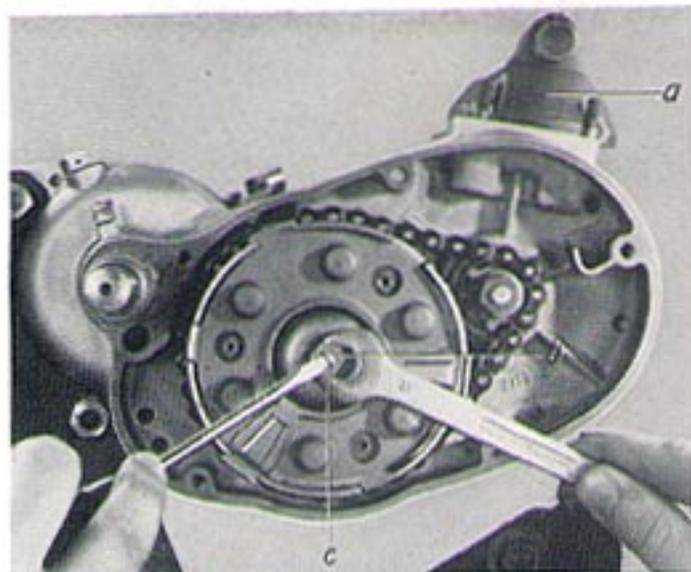

Bild 22
**3.8 Antrieb und Kupplung zerlegen.** Gehäusedeckel-Kupplungsseite mit Abildichtung abschrauben (5 Schrauben M 6). Pleuelhalter (a) aufsetzen, Gegenmutter (b) mit Einstellschraube (c) ganz heraus-schrauben. (Bild 22)